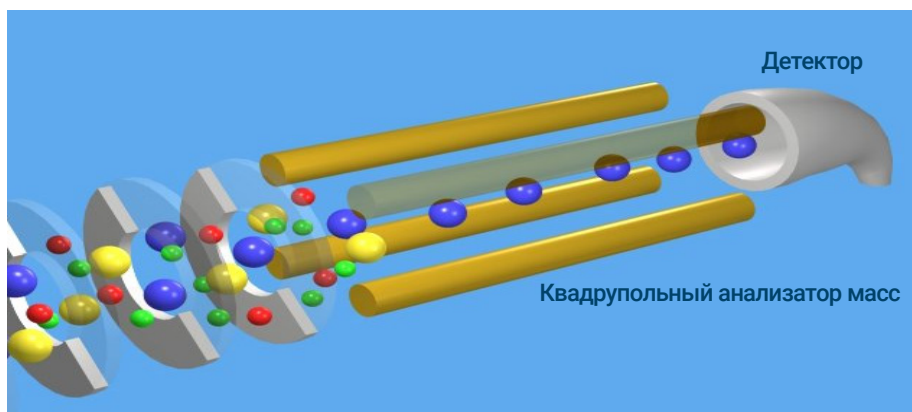

Рис. 3. Одиночный квадруполь: SIM
Чтобы добиться наилучшей чувствительности или количественного измерения, одиночный квадруполь используется в режиме SIM (**Рис. 3**). Рабочий цикл представляет собой меру времени, фактически затраченного прибором на измерение сигналов. В режиме SIM одиночный квадруполь почти все время анализирует сигнал иона с определенным значением m/z . Это приводит к почти 100%-ному сбору данных в течение рабочего цикла.
- 3 Только ионы с конкретным значением m/z (представлены в виде голубых шариков на **Рис. 3**) попадают в детектор.